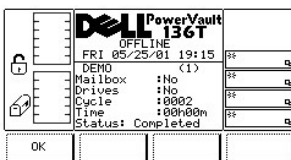

Abbildung 109. Dialogfeld "Service" > "Library" > "Exercise" > "Demo Using Cycles" > "Execution"
- 1 Wenn die Taste unter dem Softkey **OK** gedrückt wird, werden die Feldwerte übernommen, und der Demo-Vorgang wird gestartet (siehe Abbildung 109).
Die Testergebnisse werden zum Abschluss des Testzyklus angezeigt (siehe Abbildung 109).